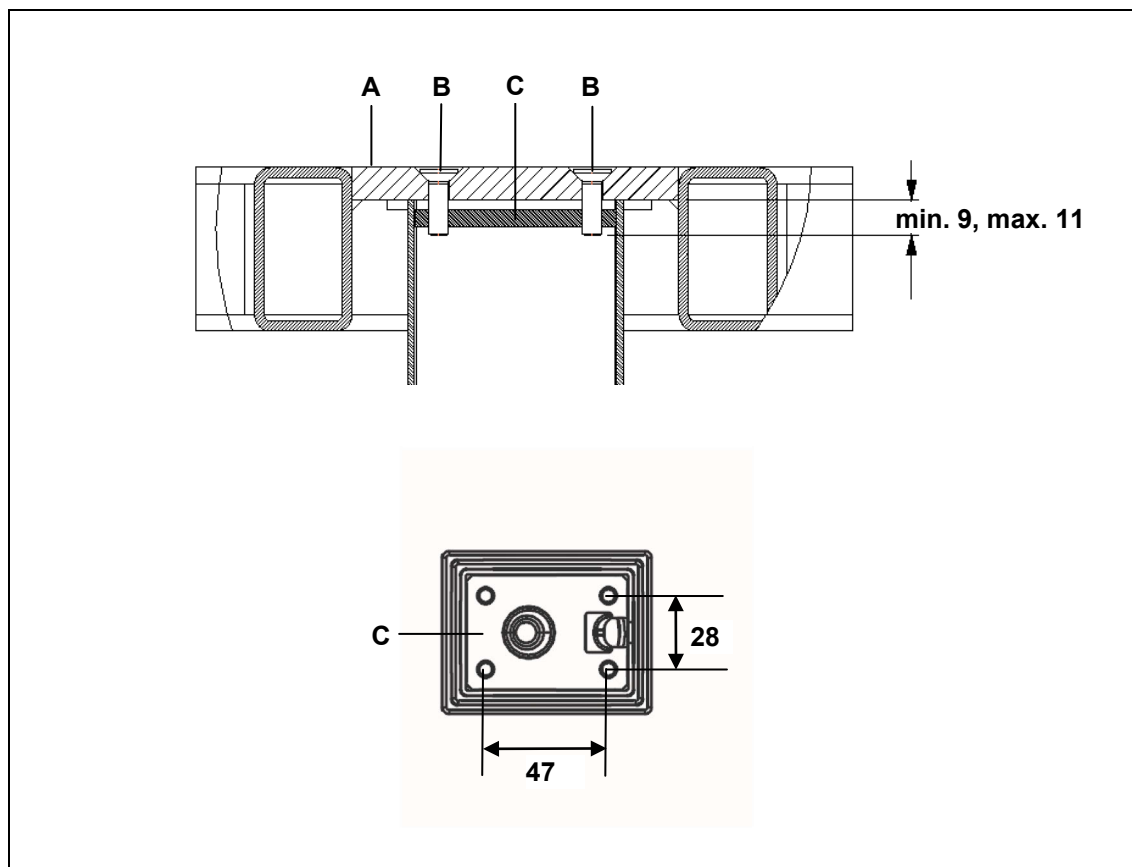
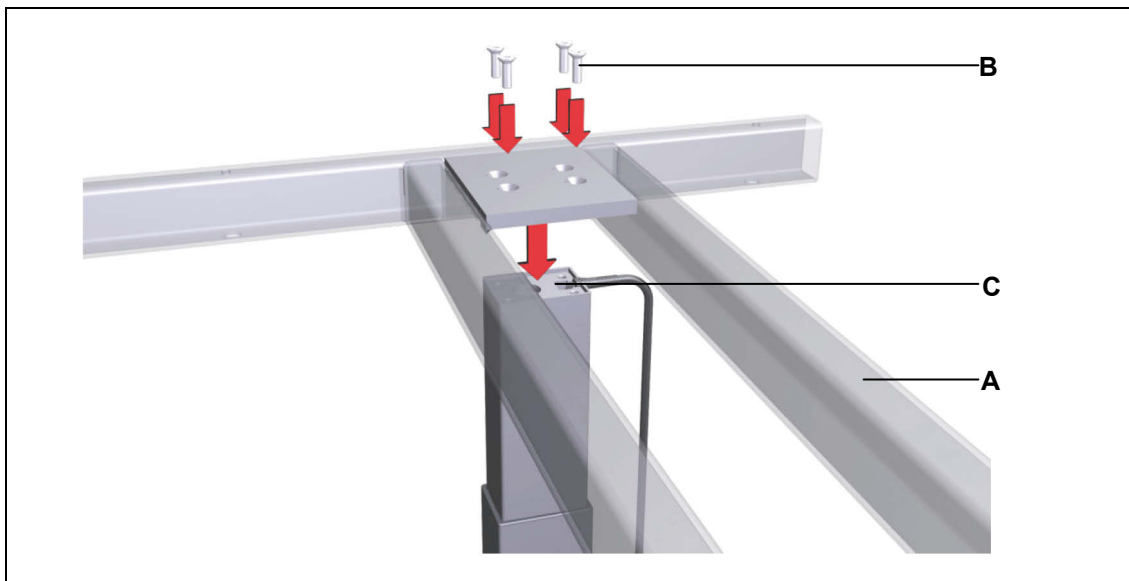

Fig. 8 Montage du cadre de table (indications en mm)
Fig. 9 Montage du dessus de table
- Utilisez des vis M6 (classe de résistance 8.8) de longueur adaptée de façon à ce que la profondeur de vissage soit d'au moins 9 mm et de 11 mm au maximum comme indiqué à la Fig. 8 (longueur des vis = épaisseur de la plaque de montage + 9 mm min. à 11 mm max.). Le couple de serrage ne doit pas dépasser 10 Nm.
- 1 Posez le cadre de table avec les alésages au-dessus de la colonne de levage et vissez le cadre à l'aide de quatre vis sur l'extrémité supérieure de la colonne de levage ID21 comme indiqué à la Fig. 9 (couple de serrage maximal 10 Nm). Les cotes de montage sont indiquées à la Fig. 8.